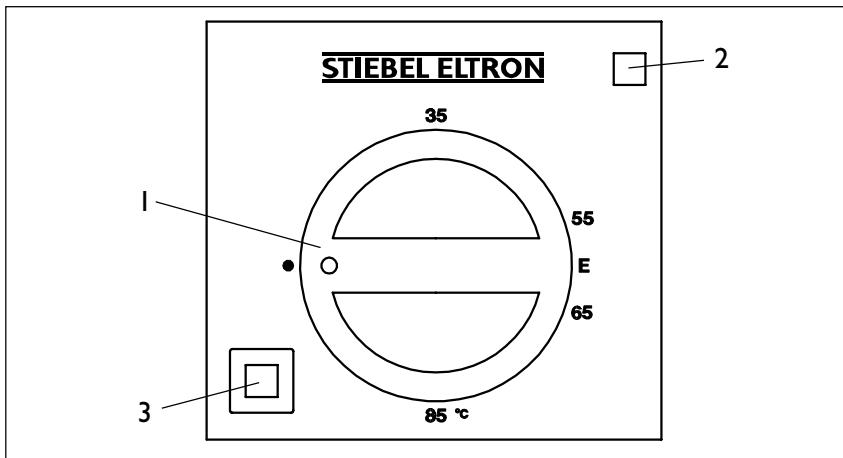
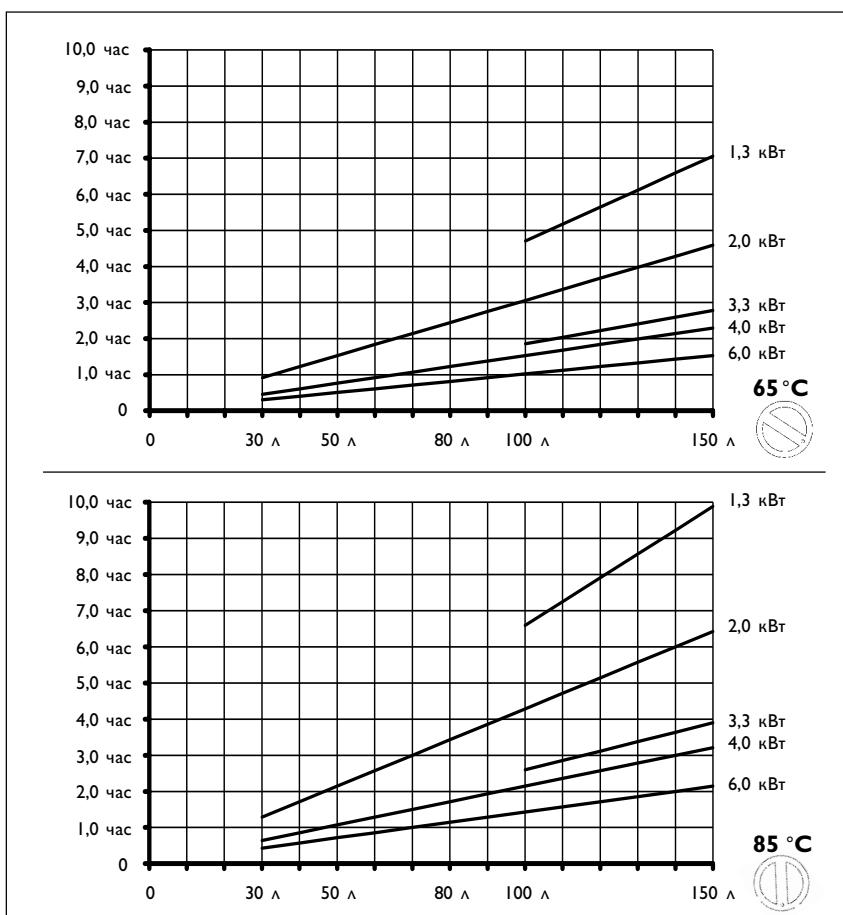
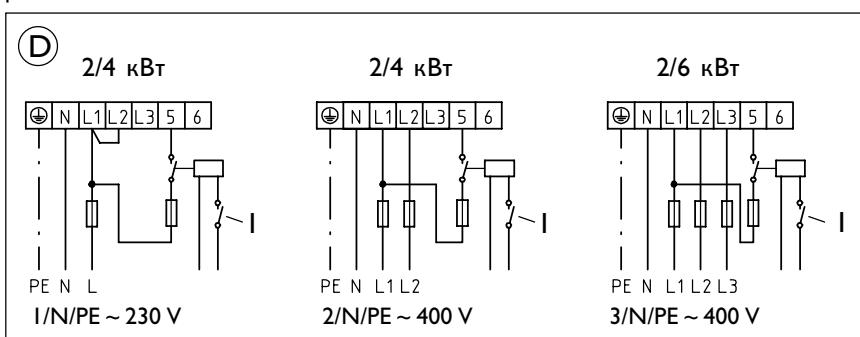

Рис. 2
Рис. 3
рис. 14
Настенные накопительные водонагреватели закрытого типа HFA 30-150 E, HFA 30-150 Z предназначены для снабжения горячей водой одной или нескольких водозаборных точек. Поступление и подогрев воды происходит автоматически по мере расходования готовой горячей воды. Температура готовой воды регулируется от 35 до 85 °C и поддерживается терmostатом. Время нагрева представлено на рис.3, в зависимости от емкости водонагревателя и выбранной мощности нагрева (температура входящей воды 10 °C). Плавная настройка температуры от 35 до 85 °C осуществляется ручкой выбора температуры (рис. 2, поз. 1). Водонагреватели имеют сложную группу тенов, что позволяет подключать прибор на различную мощность (варианты коммутации см. на схемах подключения).
позволят помимо нагрева в обычном режиме (стандартная мощность), в случае необходимости использовать режим быстрого подогрева (удвоенная мощность) (варианты подключения см. на рис.14, 15). Включение режима быстрого подогрева осуществляется кнопкой на панели управления (рис. 2, поз. 3).
Ручка выбора температуры (рис.2, поз.1):
Сигнальная лампочка на панели управления (рис. 2, поз. 2) у приборов типа HFA...E загорается во время нагрева; у приборов типа HFA...Z - во время быстрого подогрева.
- D. Подключение с возможностью использования режима быстрого подогрева, рис. 14.**